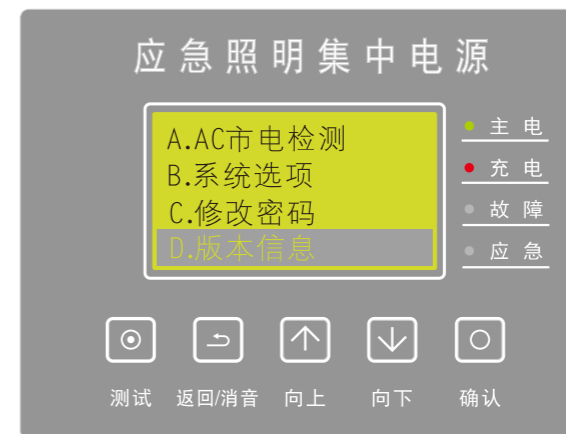

图36
(14)、版本信息：在主屏时，按【确认】键进入菜单，按【向上/向下】键选择【版本信息】(如图36)按【确认】键进入。
E: 表示CPU芯片版本日期(见图36)
F: 表示CPU芯片版本日期(见图36)